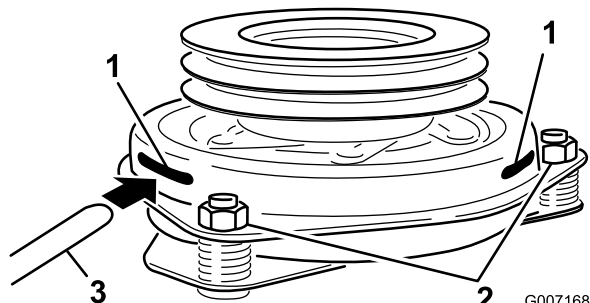

Figura 53
9. Introduzca una galga de 0,381–0,533 mm (0,015–0,021 pulg.) por una ranura de inspección en el lateral del conjunto. Asegúrese de ubicarla entre las superficies de fricción del rotor y el inducido (Figura 53).
10. Apriete las contratuercas hasta fijar ligeramente la galga pero dejando que ésta se pueda mover con facilidad en la separación (Figura 53).